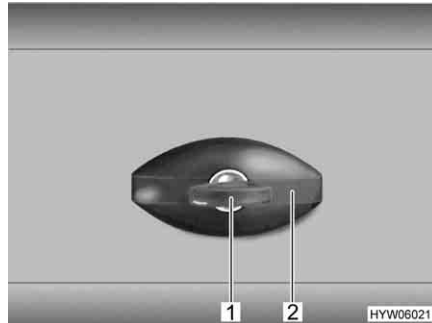

Bild 30 Klappenschloss, ellipsenförmig, verschlossen
- Schlüssel in Schließzylinder (Bild 30,1) stecken und eine viertel Umdrehung entgegen dem Uhrzeigersinn drehen. Schlossgriff (Bild 30,2) schnappt heraus.